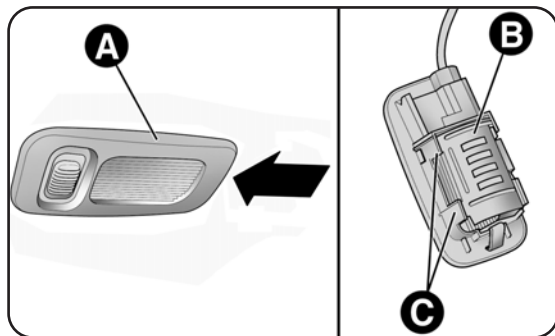

fig. 36
- Baisser le pare-soleil et extraire le plafonnier A-fig. 36 en faisant levier sur le point indiqué par la flèche;